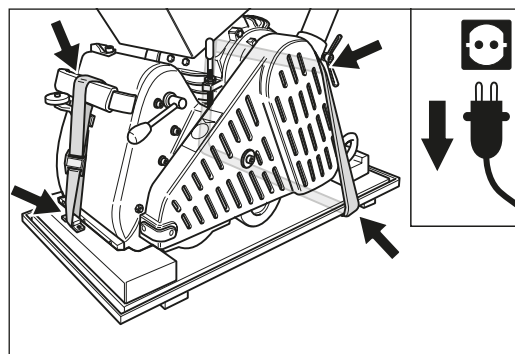

Fig. 25 Transport ou entreposage de la machine sur le bas de la caisse de transport.
- Pour le transport, vous pouvez également fixer la machine sur le bas de la caisse de transport à l'aide de deux sangles (fig. 25). Vous éviterez ainsi d'endommager le tambour de ponçage et les roues de roulement (faux-roul) !
**Lors de temps passé à l'arrêt prolongé, posez les machines sur le bas de la caisse de transport (fig. 25) ou renforcez le boîtier de la machine. Vous éviterez ainsi d'endommager le tambour de ponçage et les roues de roulement (faux-roul) !**